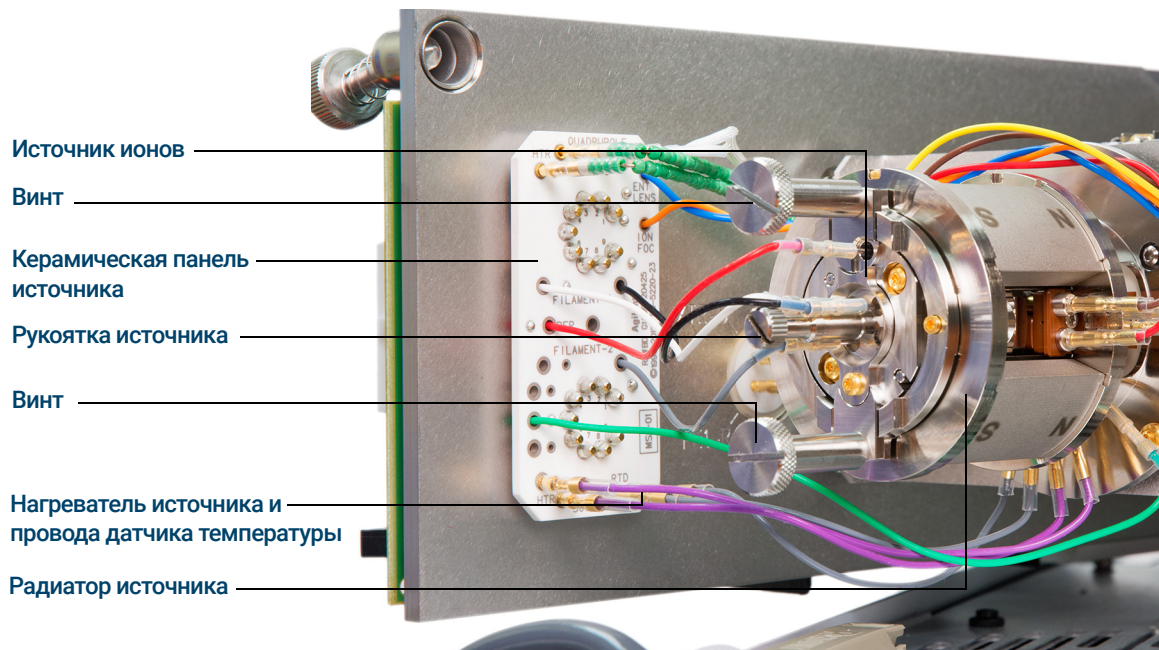

Рис. 49 Камера анализатора для МСД с HES
- 3 Снимите два больших винта, удерживающих источник ионов. (См. **Рис. 49** на стр. 168.)
- 4 Отсоедините провода от источника ЭУ HES. (См. **Рис. 49** на стр. 168.) Не сгибайте провода без необходимости. (См. **«Подсоединение/отсоединение проводов к источнику/от источника ЭУ HES»** на стр. 169.)